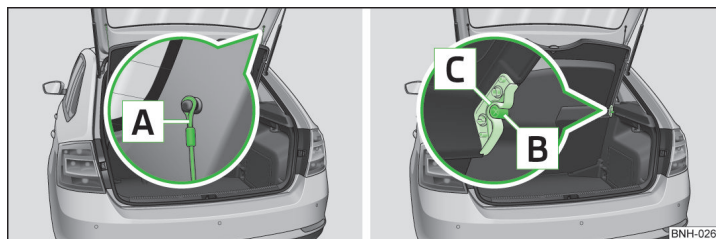

Abb. 77 Gepäckraumabdeckung befestigen
» Die Haltebänder **A** » Abb. 77 von der Gepäckraumklappe aushängen.
- › Die Aufnahmen an der Abdeckung **C** » Abb. 77 über die Bolzen **B** an der Seitenverkleidung stellen.
- Die Aufnahmen der Abdeckung **C** » Abb. 77 müssen in den Bolzen der Seitenverkleidung **B** eingerastet sein.
- Sind die Haltebänder **A** » Abb. 77 an der Gepäckraumklappe eingehängt, dann wird beim Öffnen der Gepäckraumklappe die Gepäckraumabdeckung mit angehoben.